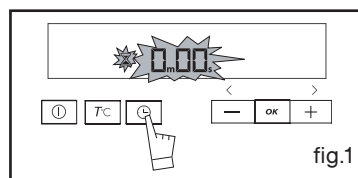

fig.1
Il display lampeggia su 0:00 indicando che è possibile regolare l'ora (fig.1).
Il display lampeggia per indicare che è possibile regolare l'ora (fig.1).
- Premi 3 volte il comando  (fig.1).
a forno spento, premi il comando **OK** per alcuni secondi, appare una "chiave" sul display -> l'accesso ai comandi del forno è protetto (fig.1).